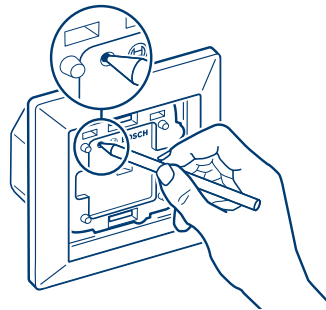

Abbildung 6
► Um die Lichtsteuerung anzulernen, drücken Sie kurz mit einem spitzen Gegenstand auf die Systemtaste (s. Abbildung 6).